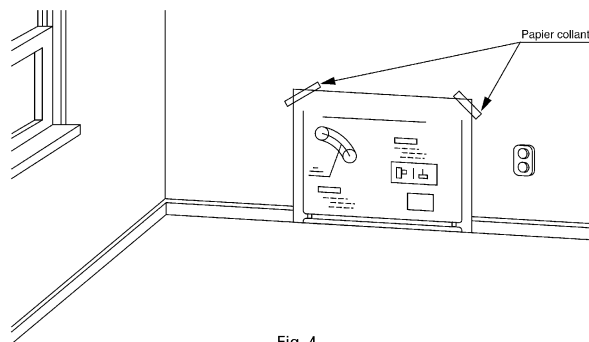

Fig. 4
3. Para una instalación estándar use la plantilla que viene con el Calefactor, para hacer el orificio de salida del caño. Ponga la plantilla en la pared en la posición deseada, sujetandola con papal engomado (Ver Fig.4)